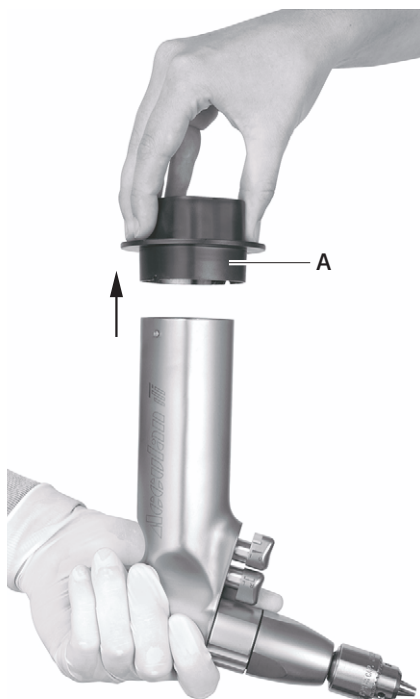

Рис. 4
- После установки адаптера Electro 16 второй человек (нестерильный) должен удалить стерильный переходник A (нестерильный), см. Рис. 4.